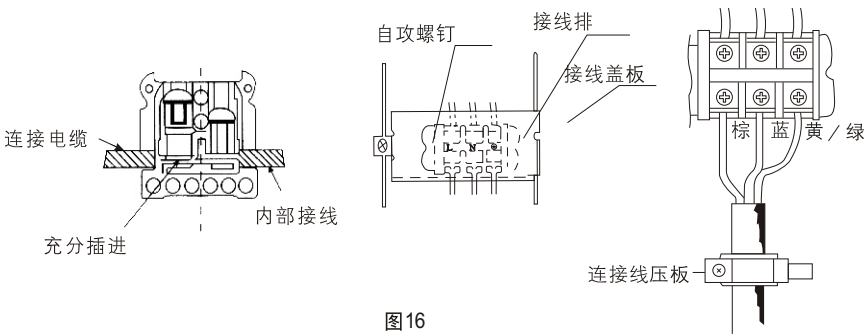
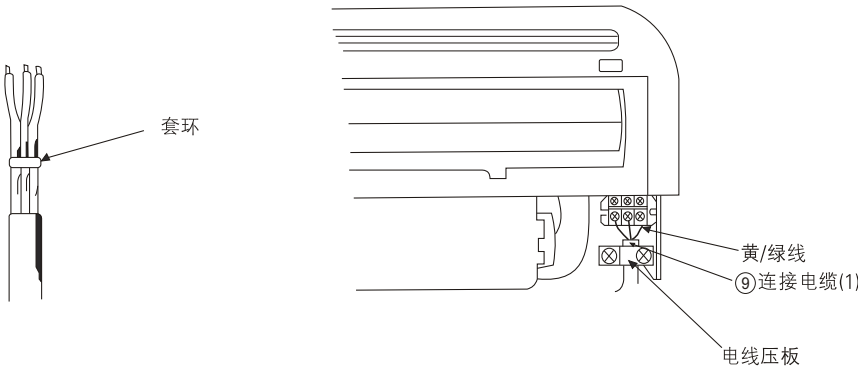

图16
图 15
- 连接电缆连接结束后，必须按图16所示装上接线盖板。
(2) 电线连接顺序
- 分别按不同的线色充分插入相应规定的端子孔内并牢固定，如图15及图16所示。